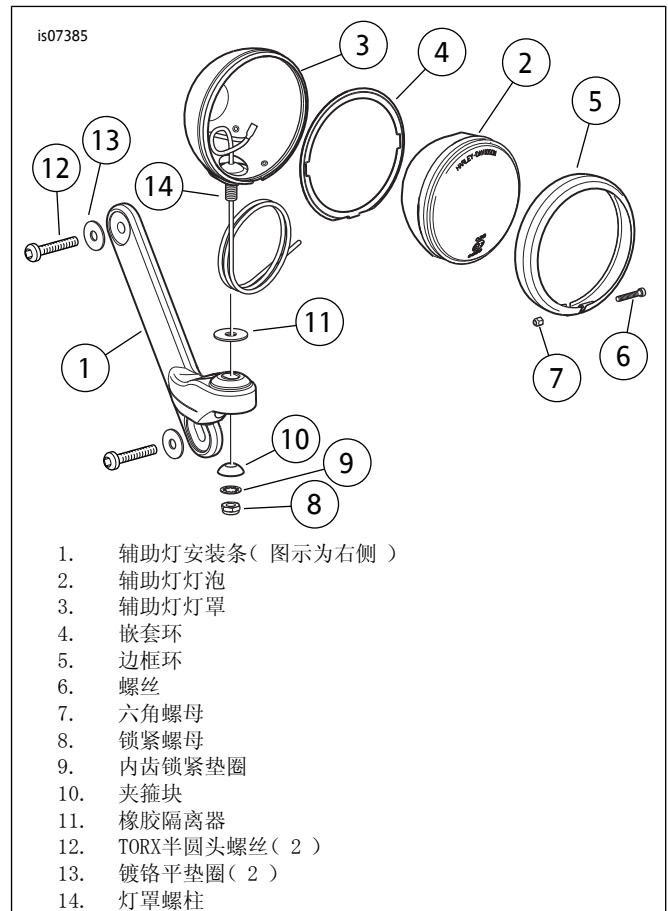

图1。辅助灯组件
2. 参见图1。按照辅助灯灯泡套件中的说明将辅助灯灯泡(2)安装到辅助灯灯罩(3)中。